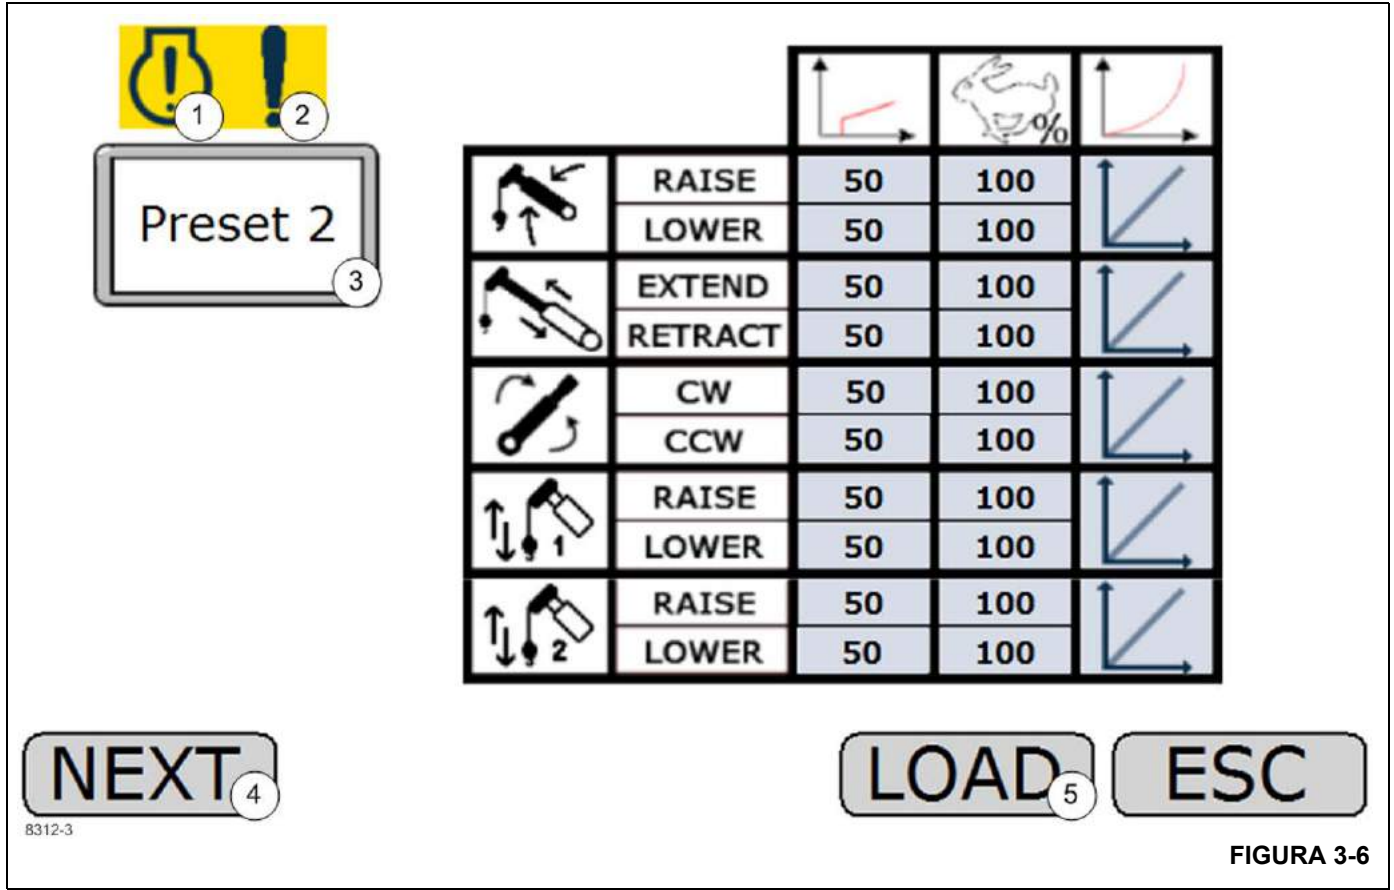

FIGURA 3-6
A tela de carregamento de predefinições (Figura 3-6) permite ao operador visualizar/carregar três predefinições diferentes (identificadas como Predefinição 1, Predefinição
Indicador ativo de falha do motor (1) (Figura 3-6)